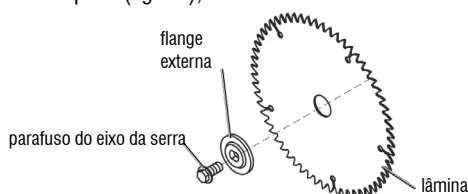

Fig. 14 – Remoção da lâmina
- f. Remova o parafuso do eixo da serra, a flange externa e a lâmina. Não remova a flange interna da máquina (fig. 14);